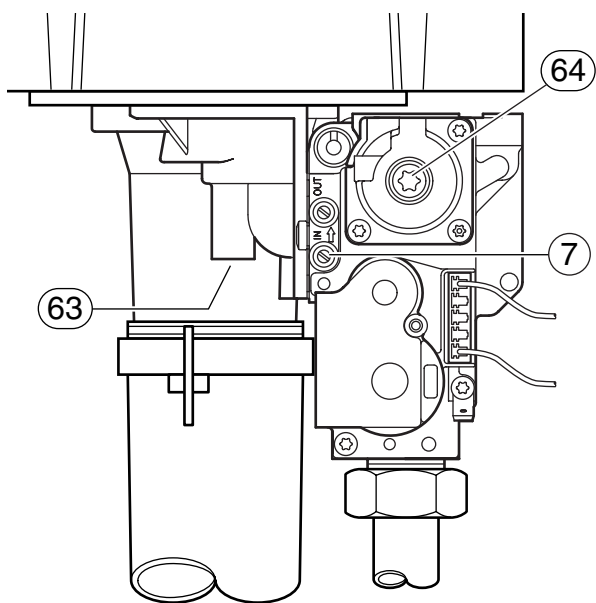

Fig. 41
- ▶ Rimuovere il sigillo presente sulla valvola di regolazione della portata gas (rif. 63, fig. 41).
- ▶ Con la vite (63) regolare i valori di CO₂, per la potenza nominale, in base alle tabelle 10/ 11.